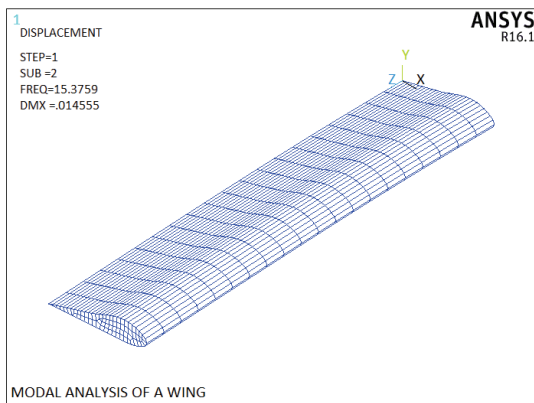

图 4-20 第 2 阶模态提取结果
6) 选择 Main Menu | General Postproc | Plot Results | Deformed Shape 命令, 出现 Plot Deformed Shape 对话框, 采用其默认设置, 单击 OK 按钮关闭该对话框, ANSYS 将显示提取的第 2 阶模态结果, 如图 4-20 所示。